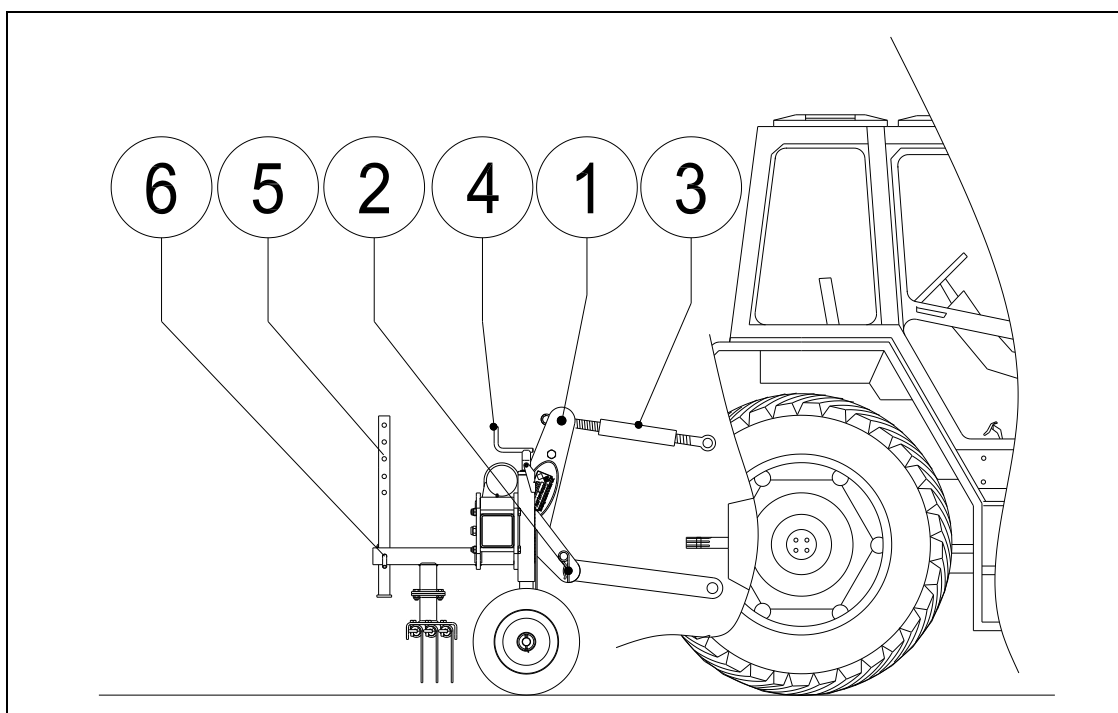

Fig. 8
De methode is als volgt: (Fig 8.)
De werkdiepte kan worden versteld door het verstellen van de loopwielen door middel van het verdraaien van de spindels 4 (Fig. 8) aan de voorzijde van de machine. Stel beide kanten van de machine op gelijke hoogte af zodat het veld zo egaal mogelijk gereinigd wordt.
3. Draai de topstang 3 in zodat de machine loodrecht ten opzichte van de ondergrond komt te staan. (zie Fig.8)